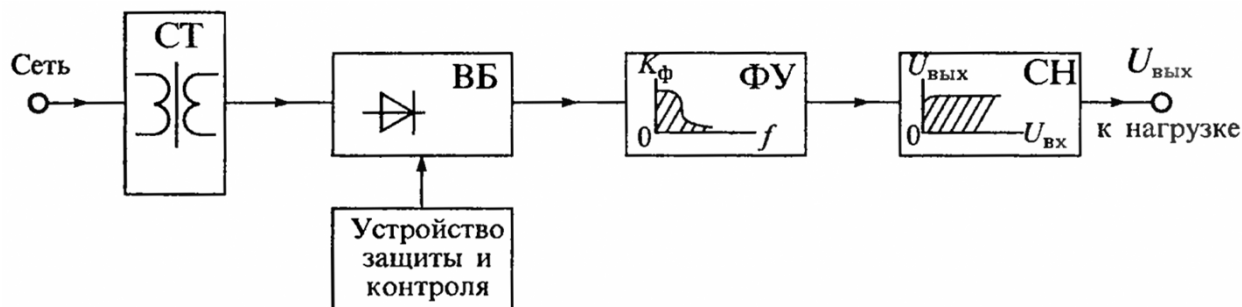

Рис.1. Обобщенная структурная схема выпрямителя
1. Дано: схема (рис.1),  $U_1 = 10 \text{ В}$ ,  $U_2 = 13 \text{ В}$ ,  $U_3 = 15 \text{ В}$ ,  $U_4 = 22 \text{ В}$ ,  $R_1 = R_2 = 1 \text{ кОм}$ .
**Виды выпрямителей и их характеристики.** Выпрямителем называется устройство для преобразования переменного напряжения в постоянное. Основное назначение выпрямителя заключается в сохранении направления тока в нагрузке при изменении полярности приложенного напряжения. Выпрямитель можно рассматривать как один из типов инверторов напряжения. Обобщенная структурная схема выпрямителя приведена на рис.1. В состав выпрямителя могут входить: силовой трансформатор СТ, вентиляльный блок ВБ, фильтрующее устройство ФУ и стабилизатор напряжения СН. Трансформатор СТ выполняет следующие функции: преобразует значение напряжения сети, обеспечивает гальваническую изоляцию нагрузки от силовой сети, преобразует количество